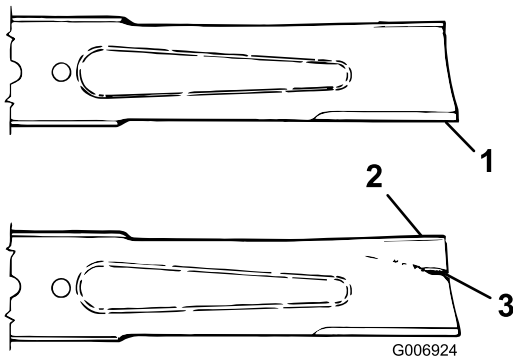

Figura 32
1. Controllate i taglienti (Figura 32). Se i taglienti non sono affilati o presentano intaccature, togliete la lama ed affilatela; vedere Affilatura della lama.
2. Controllate la lama, in particolare l'area curva (Figura 32). In caso di danni, usura o scanalature nell'area, montate immediatamente una nuova lama.